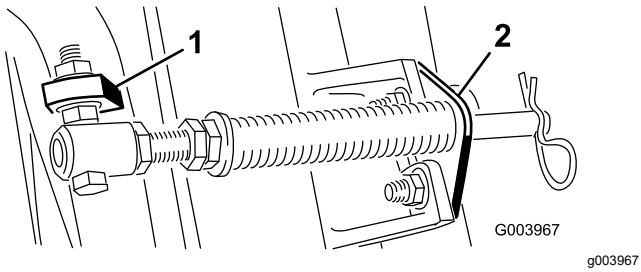
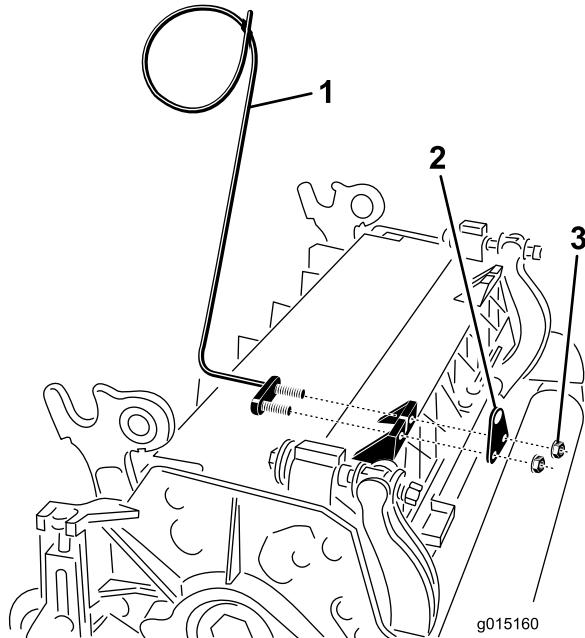

Bild 11
Bild 13
- C. Montieren Sie die Schraube des Federrohrs an der anderen Lasche am Trägerrahmen und befestigen Sie sie mit der Bundmutter. Der Schraubenkopf zeigt zur Außenseite der Lasche, siehe Bild 11.
- D. Montieren Sie die Stangenhalterung mit den Schlossschrauben und Muttern an den Schneideinheitnasen (Bild 11). An der Schneideinheit müssen Sie auch die linke Schlauchführung vorne an den Schneideinheitnasen befestigen, wenn Sie die Stangenhalterung wieder einbauen (Bild 13).